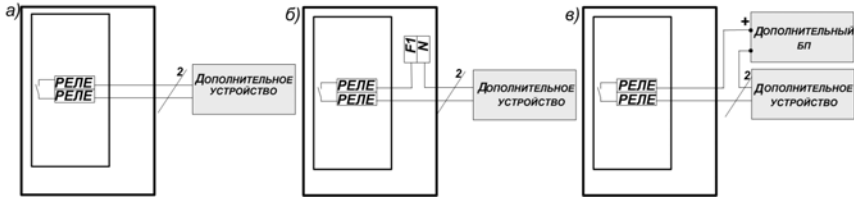

Рис.1
При обрыве или коротком замыкании линии связи между любым из датчиков и пультом засветится желтый светодиод «Линия» соответственно того датчика, линия которого будет нарушена. При восстановлении линии соответствующий светодиод «Линия» будет прерывисто мигать (память сработки), сигнализируя о том, что была неисправность линии. Контроль состояния линии осуществляется по оконечным и шунтирующим резисторам R=1кОм, установленным в конце линии (возле датчиков). Схема включения резисторов показана на рис. 1 Приложение Б.
Сброс памяти сработки происходит нажатием кнопки «Сброс/Тест» на лицевой панели (см. Приложение А Рис. 1).
После восстановления состояния сработавшего датчика светодиод «ТРЕВОГА» будет прерывисто мигать (память сработки) до тех пор, пока не будет нажата кнопка «СБРОС/ТЕСТ» на лицевой панели (см. Приложение А Рис. 1).
- 2.1.1 Разметить и просверлить на монтируемой поверхности 4 крепежных отверстия диаметром 8мм в соответствии с Рис. 1 Приложения В.
Электрический монтаж рекомендуется выполнять согласно Рис.1 Приложения Б в приведенной ниже последовательности. При отсутствии указания полярности соблюдать ее не обязательно.
2.2.5 Подключить Дополнительное устройство (Внешнее табло). Варианты подключения дополнительных устройств к релейному выходу пульта «СИГНАЛ-3» приведены на рис. 1.